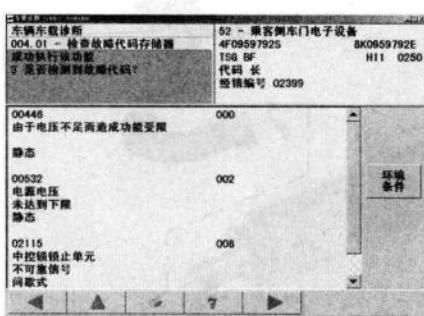

图1-1-7 故障码
用VAS5052检查发现有故障码（如图1-1-7所示）：00446，电压不足造成功能受限；00532，电源电压指示达到下限；02115，中控锁止单元不可靠信号/间歇性。故障码不能清除。根据故障码提示，右前门控制单元存在供电不良的现象，而且其他3个门能用遥控器和左前门闭锁开关进行操作。说明遥控器的开锁信号和中控门锁开闭信号能够被J518和驾驶侧车门控制单元J386识别到，并且发出相应的执行命令。右前门闭锁器不能动作，可能有4种原因：①J387供电或搭